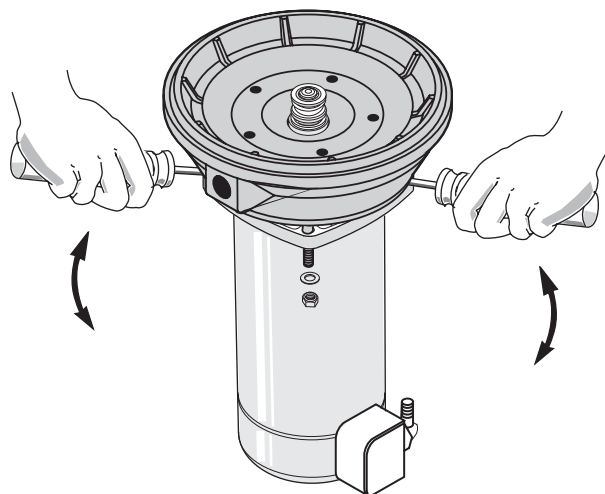

Figure 9
- Séparer la moitié arrière de la pompe du moteur en dévissant les quatre (4) écrous. Forcer pour séparer la moitié arrière du moteur en insérant deux (2) tournevis entre la moitié arrière de la pompe et la bride du moteur. Cela fera sortir de l'arbre la partie rotative du joint. Voir la figure 9.